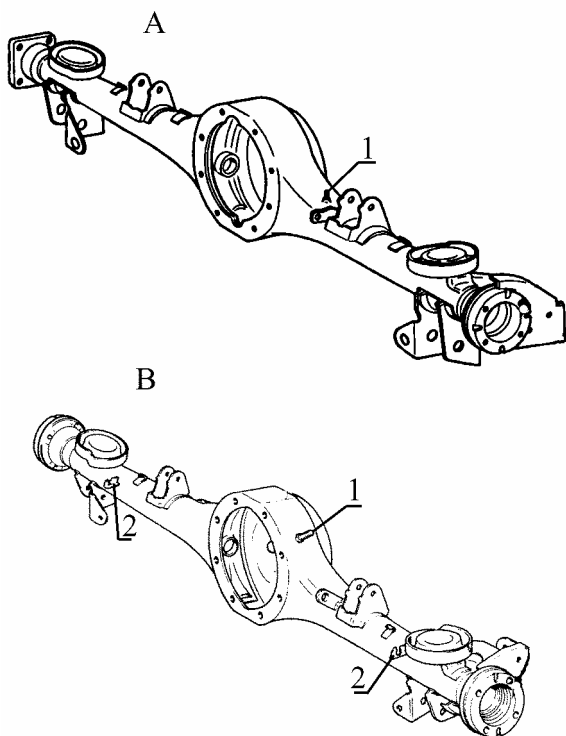

Рис.11 Балка заднего моста в сборе:
4.2.4 Балка заднего моста 2101-2401010-01, 2121-2401010, рис.11 и 12.